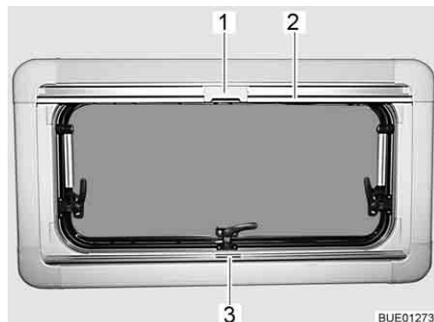

Fig. 79 Finestra apribile
- Afferrare la tendina oscurante pieghevole per la parte centrale della barra di presa (Fig. 79,3), tirarla dal basso verso l'alto e rilasciarla nella posizione desiderata. La tendina oscurante pieghevole rimane in questa posizione.
- Tirare la zanzariera a rullo accompagnandola con la barra di presa (Fig. 79,2) verso il basso, fino a quando la barra di presa non arriva a contatto con la tendina oscurante pieghevole (Fig. 79,3).
- Bloccare l'aggancio (Fig. 79,1) della zanzariera a rullo nella barra di presa della tendina oscurante pieghevole.
- Premere in alto all'indietro l'aggancio (Fig. 79,1) sulla zanzariera a rullo.
- Ricondurre lentamente la zanzariera a rullo accompagnandola con la barra di presa (Fig. 79,2).